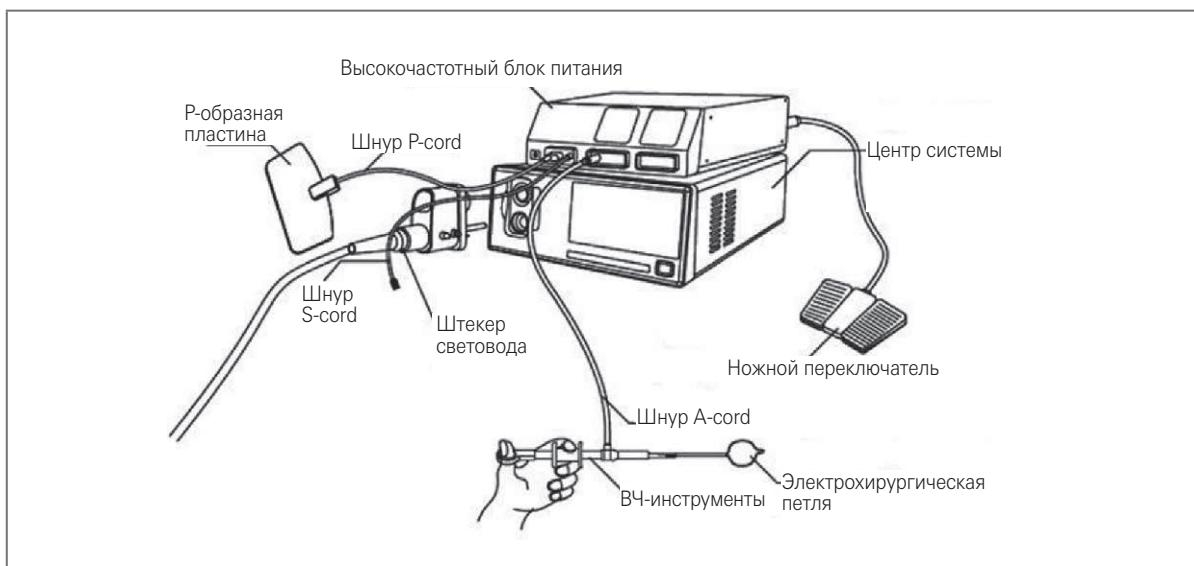

Рис. 3.5
- Подсоедините электрохирургическую петлю, видеоэндоскоп и видеопроцессор методом, который показан на рис. 3.5. Для получения подробной информации о способе подключения см. руководство к электрохирургической петле и видеопроцессору.